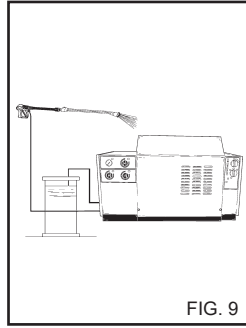

FIG. 9
3) Etter å ha brukt et vaske-middel må inntakskretsen for vaskemiddel skylles godt. Dypp sugeslangen for vaske-middel (fig. 9) ned i et kar med rent vann og la pumpen gå i ett minutt med doseringskranen skrudd helt opp med munnstykke innstilt på spyling med vaskemiddel.
5) Etter at du har brukt vaskemiddel må inntakskretsløpet skylles godt. Dypp sugeslangen for vaskemiddel (fig. 9) ned i et kar med rent vann og la pumpen gå i ett minutt med doseringskranen skrudd helt opp med munnstykket innstilt på spyling med vaskemiddel.